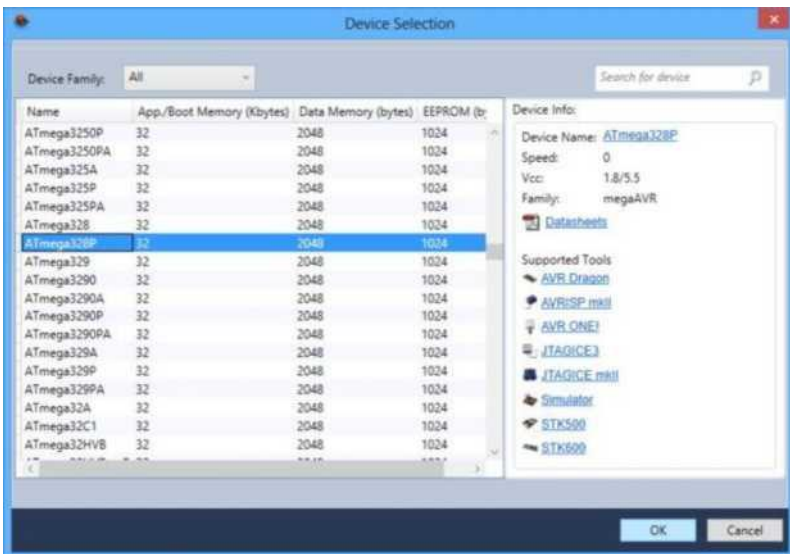

Рисунок 2.2 - Діалогове вікно Device Selection в Atmel Studio 6
2. У вікні Device Selection (рис. 2.2), оберіть імя пристрою AVR яке необхідно. Клікніть **ОК** для створення нового проекту.